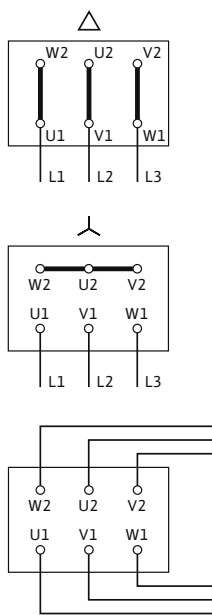

Fig. 17: Alimentation réseau
Le schéma de raccordement électrique se trouve dans le couvercle de la boîte à bornes (voir aussi Fig. 17).
- L'alimentation réseau dépend de la puissance moteur P_2 , de la tension d'alimentation et du type de branchement. Pour le couplage nécessaire des ponts de liaison dans la boîte à bornes, se reporter à la liste suivante « Tab. 4 : Affectation des bornes » à la page 74 et à la Fig. 17.
| direct | Couplage Δ (Fig. 17 en haut) | Couplage Y (Fig. 17 au milieu) | Couplage Δ (Fig. 17 en haut) |
| Démarrage Y- Δ | Retirer les ponts de liaison (Fig. 17 en bas) | Impossible | Retirer les ponts de liaison (Fig. 17 en bas) |